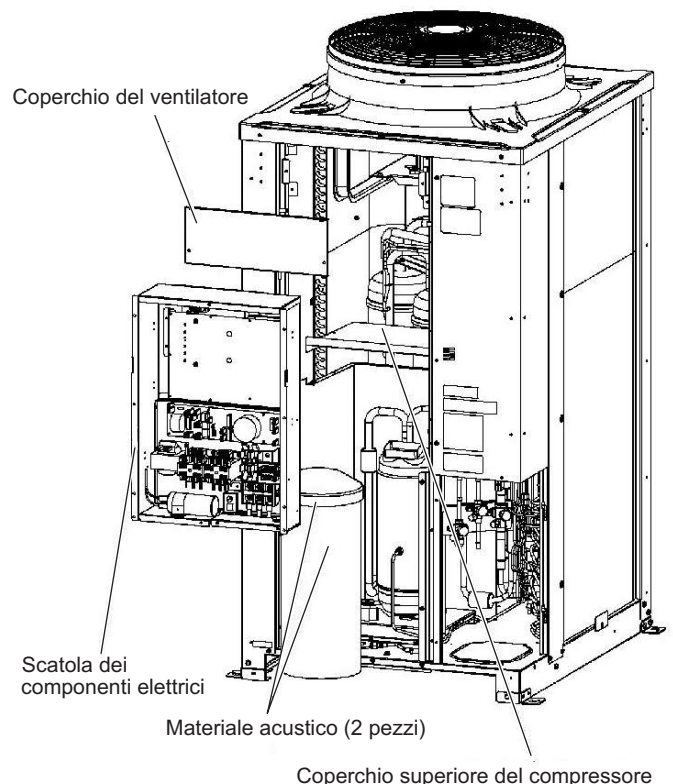

Fig. 31
- (4) Togliere il coperchio superiore del compressore (5 viti).
- Togliere il coperchio superiore sollevandolo verso l'alto. (Fig. 31)
- (5) Togliere il materiale acustico intorno al compressore.
- (9) Disconnettere le 2 ubicazioni saldate mostrate in Fig. 31.
- (10) Inclinare il compressore leggermente verso di voi. Sganciarlo dal bullone nel retro del compressore quindi tirare il compressore verso di voi.